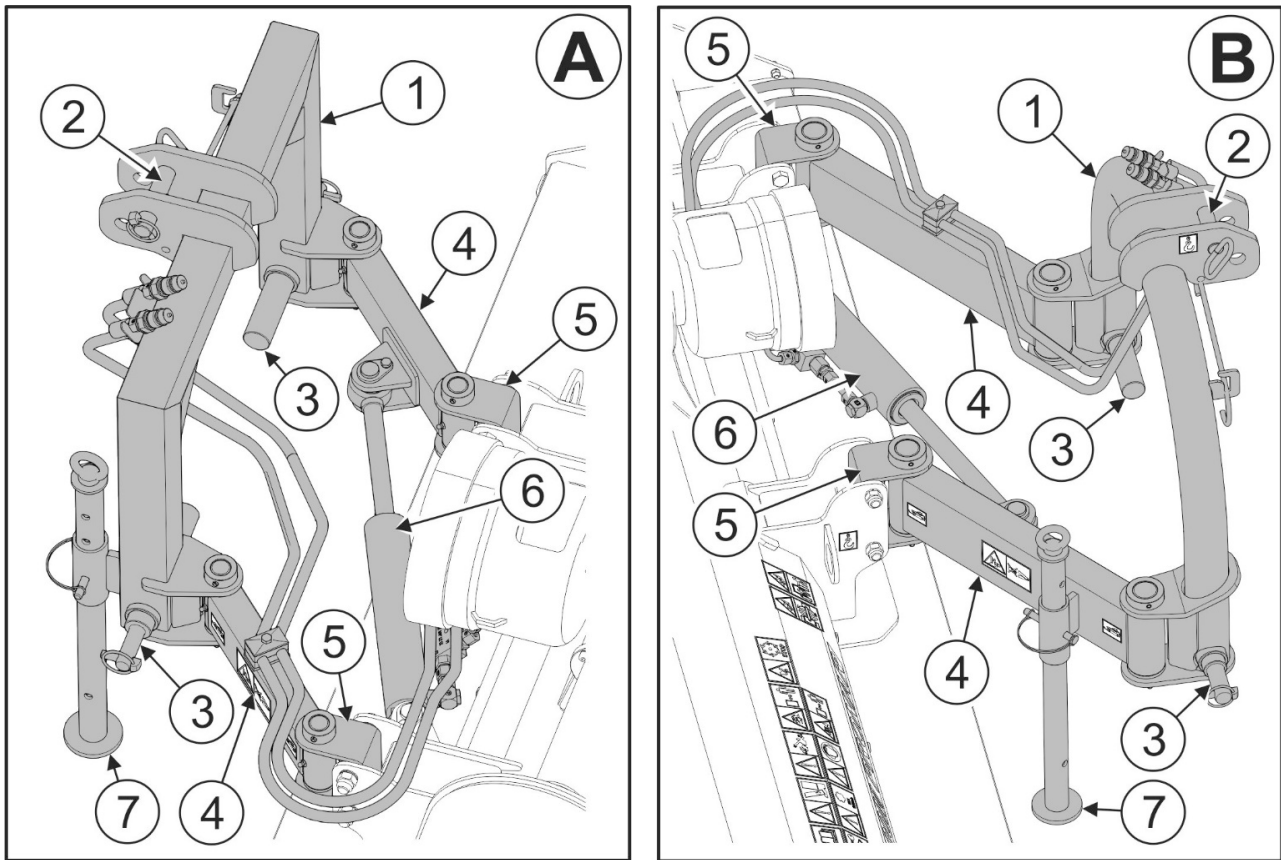

РИСУНОК 3.2 Система навески
Главным элементом системы навески (РИСУНОК 3.2) косилки является рама трехточечной системы навески (1), оснащенная двумя нижними шкворнями (3) и шкворнем верхнего центрального сцепного устройства (2) для соединения с трехточечной системой навески трактора. Подвижные тяги (4) соединяются с гидроцилиндром сдвига (6) и обеспечивают перемещение режущего аппарата влево